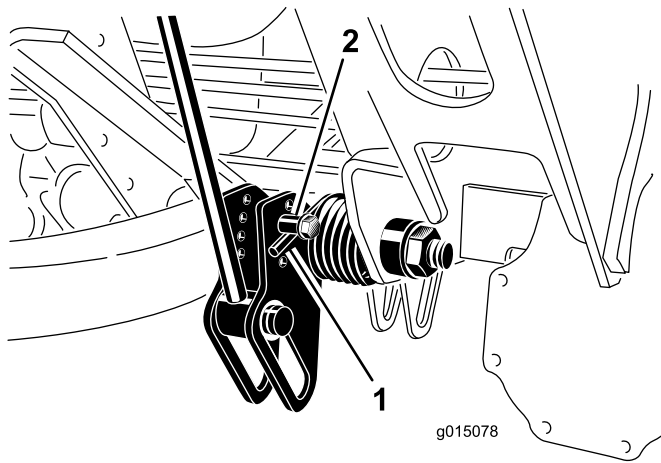

Figura 41
2. Infilate un tubo o un oggetto simile sull'estremità della molla lunga al fine di allentare la tensione della molla durante la messa a punto (Figura 41).
3. Mentre allentate la tensione della molla, toglie il bullone e il dado di bloccaggio che fissano l'attuatore della molla alla staffa (Figura 41).